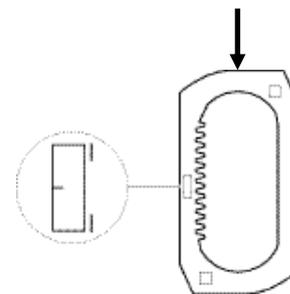

Bild 2-8: Zahnstange bei Bandseite rechts
- FCC Stecker am Systemkabel mit FCC-Presszange montieren (**gemäss Abbildung 2-8**). Einzelne Adern **nicht** abisolieren.